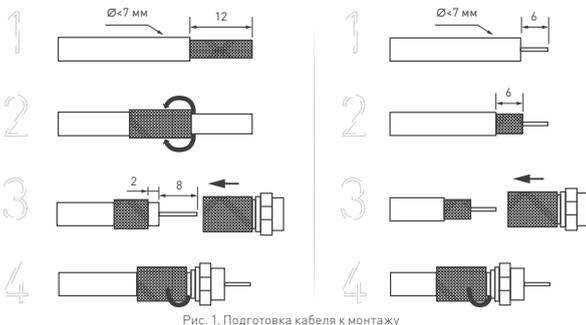

Рис. 1. Подготовка кабеля к монтажу
- 3.5. Перед подключением зачистите кабель (Рис. 1.):